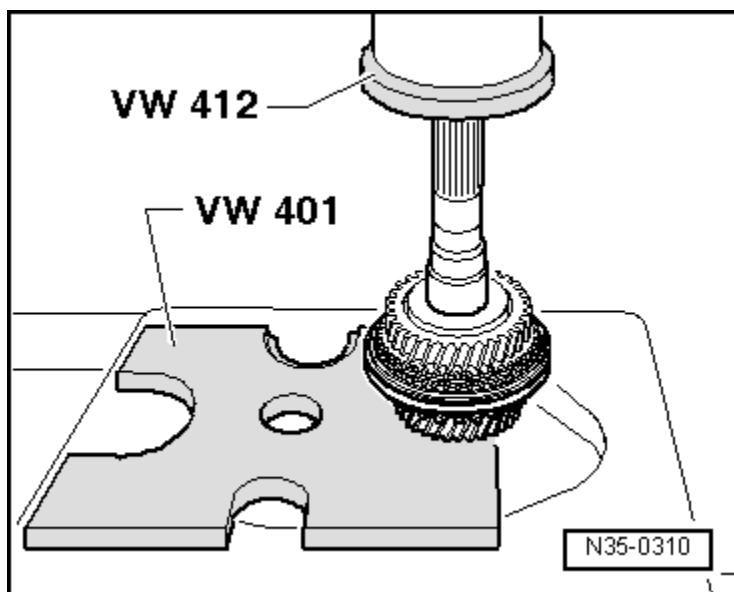
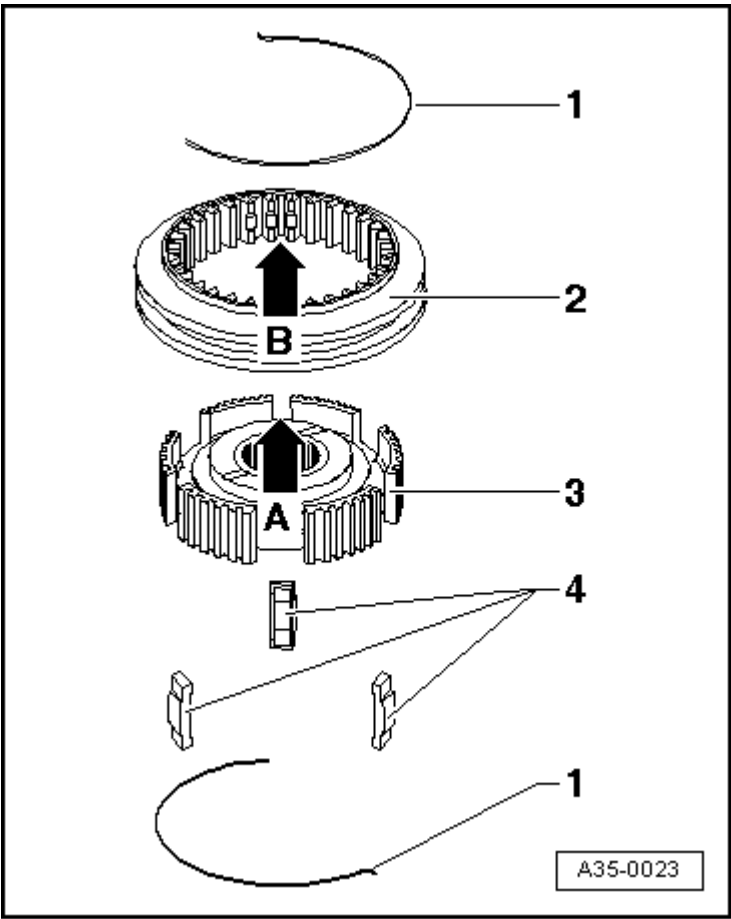

图 5 分解和组装 3/4 挡滑动齿套及同步器齿毂
图 6 组装 3/4 挡滑动齿套及同步器齿毂
- q 分解 → 插图图 5
- q 组装 → 插图图 5 和图 6
- q 安装位置 → 插图图 6